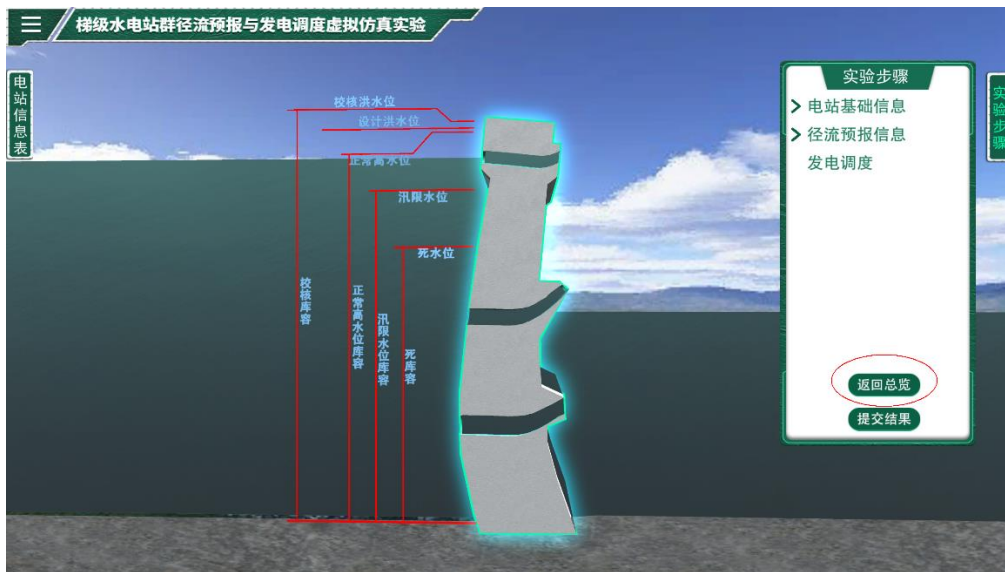
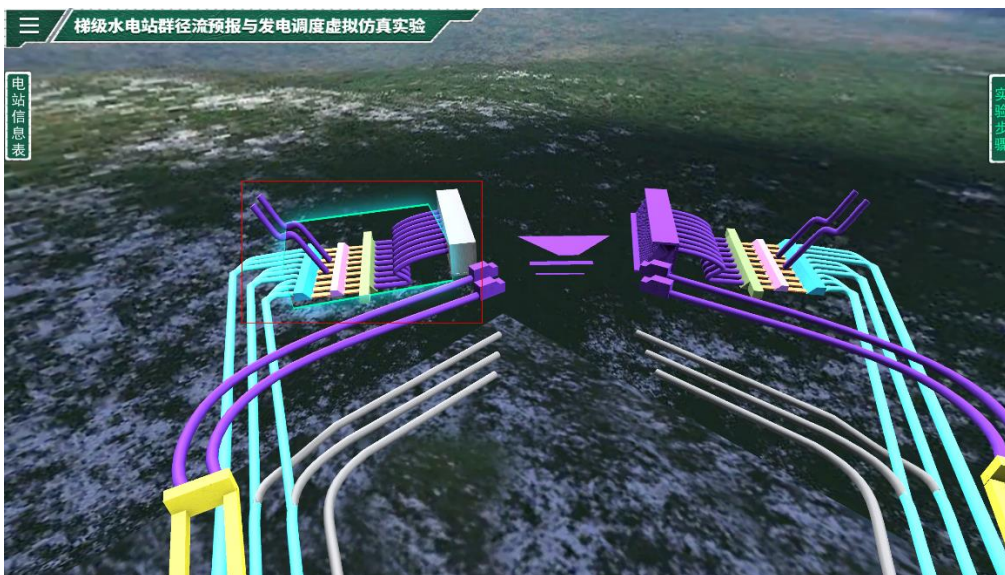
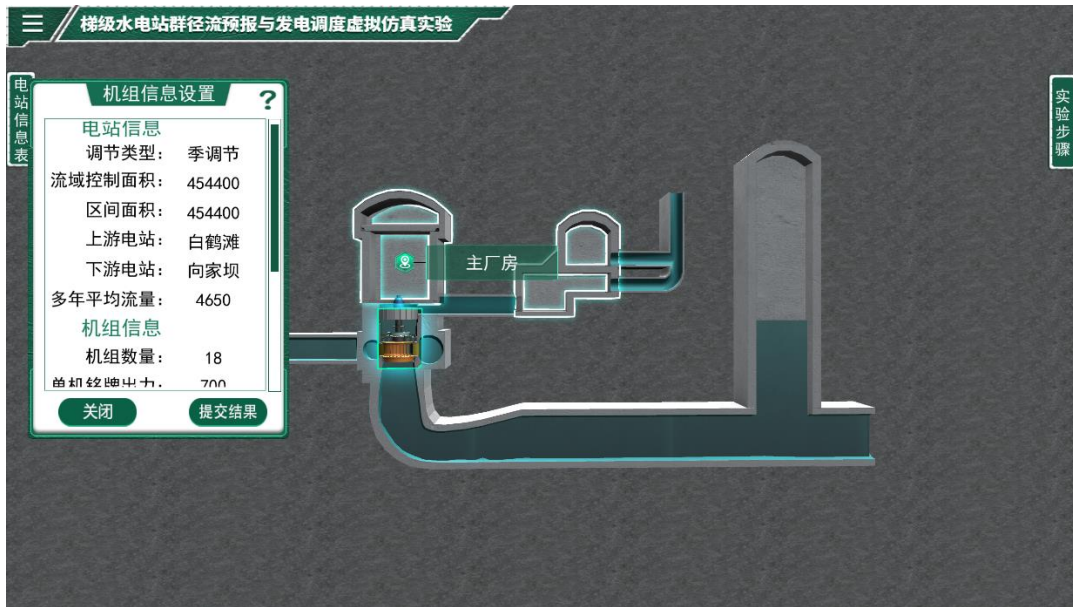
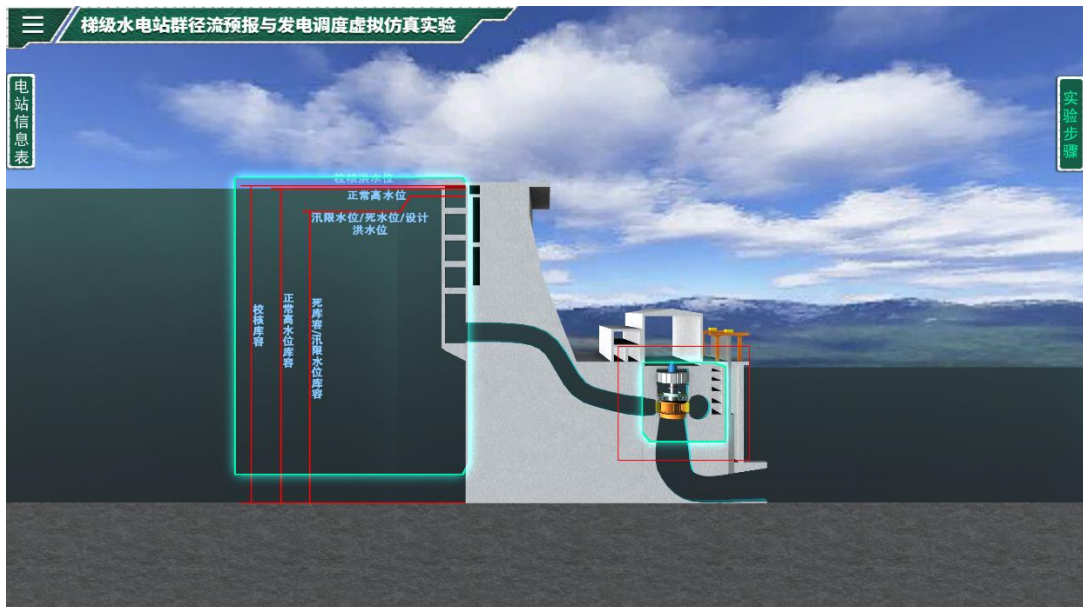

图 4-8 返回总览操作界面
图 4-9 厂房及输水系统布置图界面
图 4-10 厂房横剖图界面
图 4-11 机组位置界面
**步骤 5:** 设置机组信息参数，本项目共有 4 座电站，其中溪洛渡电站为地下厂房，它的机组信息设置方法与其它 3 座稍有区别。① 若为溪洛渡电站，当水位参数设置完毕后（如图 4-8），点击右侧的实验步骤→返回总览→隐藏地形，即可打开厂房及输水系统布置图（如图 4-9），该图为三维图，点击键盘上 A 或 W 或 S 或 D 键，可实现从不同角度观察厂房和输水系统三维图，点击荧光区域可以打开厂房横剖图（如图 4-10），输入完成机组参数信息并提交；② 若为其它电站，如向家坝电站（如图 4-11），当水位参数设置完毕后，直接在横剖图中找到机组位置，点击进去，弹出机组信息设置对话框，完成相应参数输入后，点击提交结果。注意：上下游电站名称输入简称，如向家坝、三峡或葛洲坝。若参数全部正确，点击右侧的实验步骤，点击提交结果，然后点击返回总览进入下一电站操作；